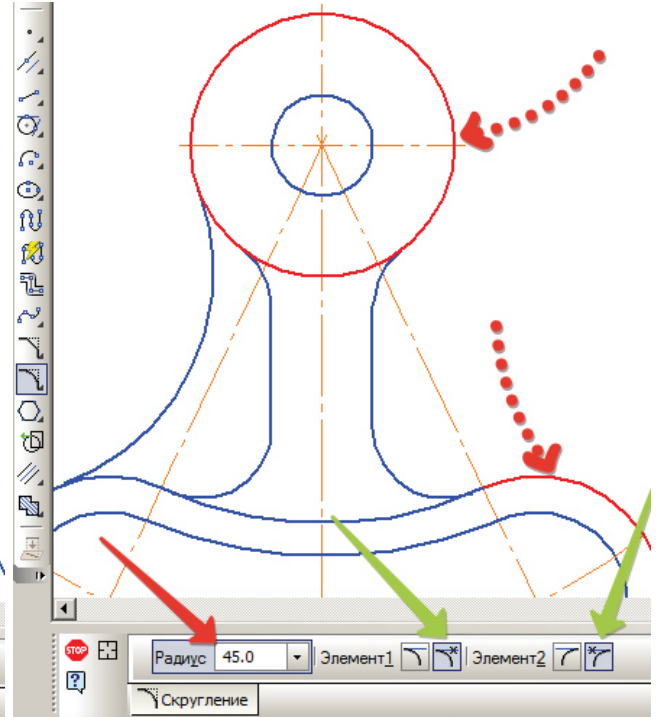

Рисунок 2.53
- *Рекомендація:* краще виконувати побудову за допомогою спряжень командою «Скругление», так як в даному випадку не потрібно подальшого редагування контура (рис. 2.53).